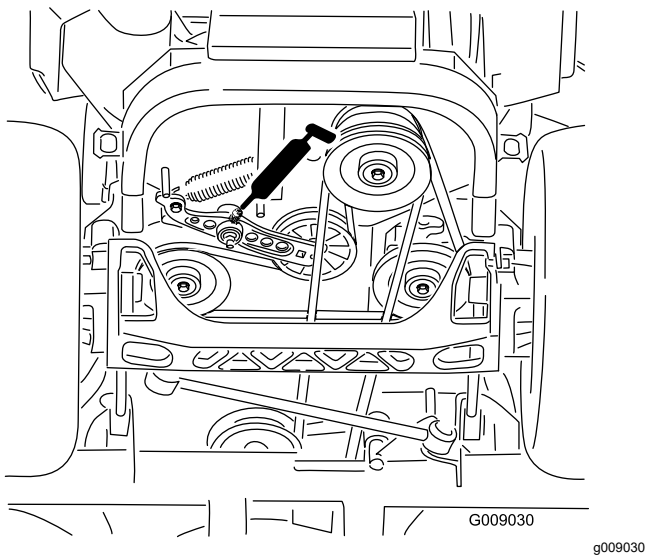

Figure 45
5. Graissez le bras de la poulie de tension de la courroie d'entraînement (Figure 45).